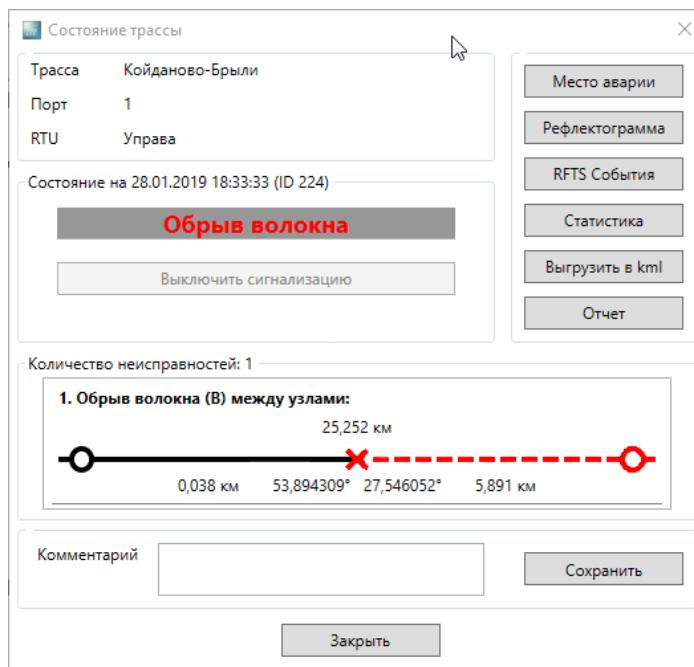

Рисунок 8-2. Пример результата точного мониторинга
3. В результате измерения будет выдано окно с сообщением о состоянии трассы (например, Рисунок 8-2). Данное сообщение появится только на рабочем месте оператора, где было запущено измерение. Вкладке «Оптические события» появится соответствующая запись.